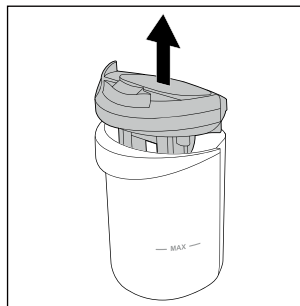

Abb. 21
- ◆ Ziehen Sie den Deckel des Schmutzwasserbehälters **9** nach oben aus dem Schmutzwasserbehälter **2** (siehe Abb. 21).